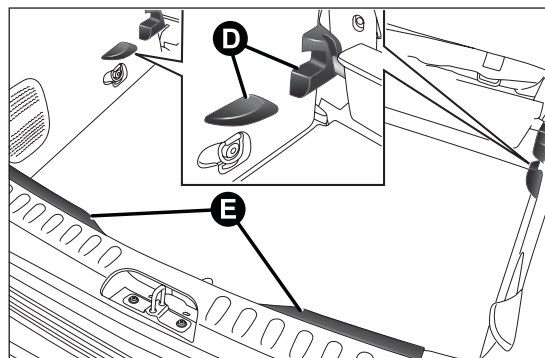

fig. 92
- puis repositionner correctement le plan B dans les logements D fig. 92 correspondants situés sur les flancs latéraux et sur la traverse arrière E.